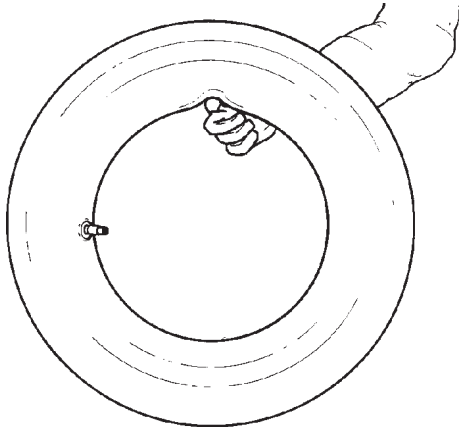

Fig.5.1-2
C. Gonfler un peu la chambre à air: si on la soutient de l'index elle doit se plier un peu (Fig.5.1-2).